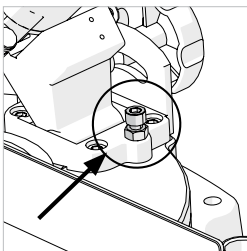

Abb. 9
- Lösen Sie die Feststellmutter der Einstellschraube für den Neigungswinkel. **(Abb. 9)**